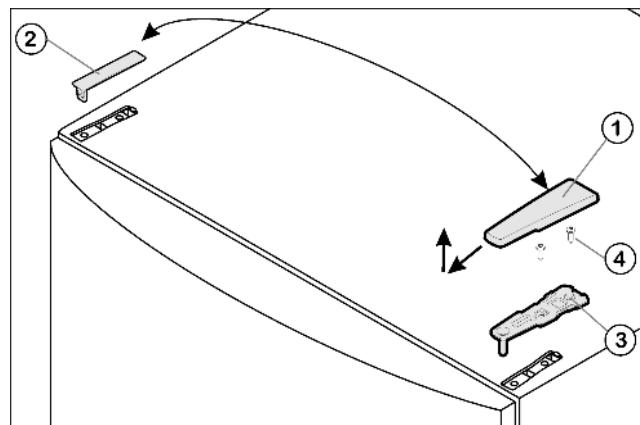

Fig. 4
- ▶ Потяните крышку Fig. 4 (1) вперед и вверх.
- ▶ Снимите крышку Fig. 4 (2).
- ▶ Открутите верхний опорный кронштейн Fig. 4 (3)(2 шт. Torx® 25) Fig. 4 (4) и вытяните вверх.
- ▶ Установите верхний опорный кронштейн Fig. 4 (3) на новой стороне шарнира и защелкните в дверце.
- ▶ Привинтите верхний опорный кронштейн **(с моментом 4 Нм)** (2 шт. Torx® 25) Fig. 4 (4). При необходимости проделайте отверстия или используйте аккумуляторную отвертку.
- ▶ Наденьте и защелкните крышку Fig. 4 (1) и крышку Fig. 4 (2) на противоположной стороне снаружи.